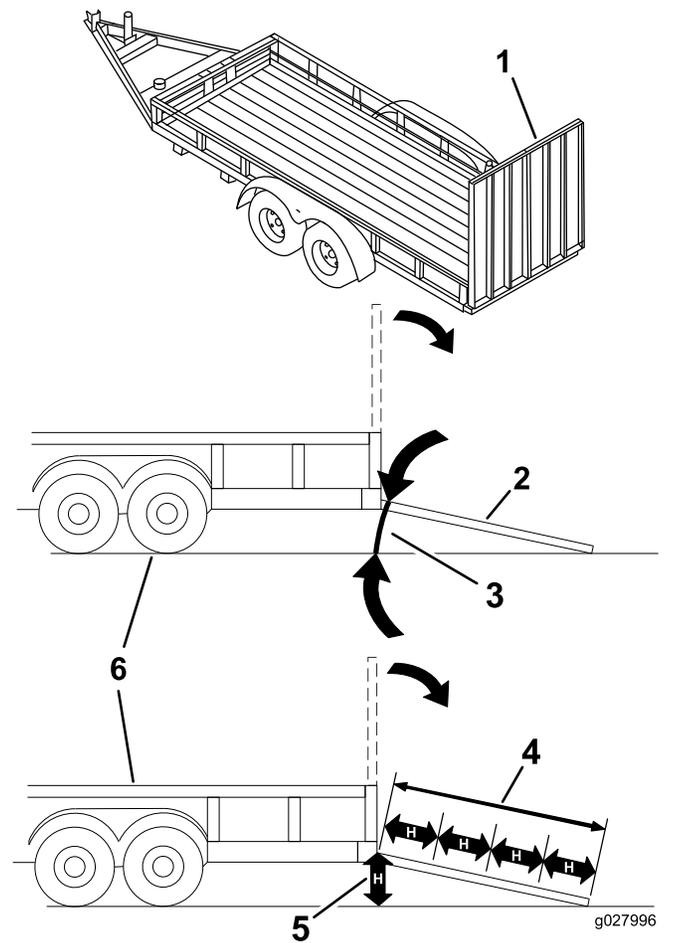

Bild 31
Beim Verladen einer Maschine auf einen Anhänger oder Pritschenwagen erhöht sich die Gefahr, dass die Maschine umkippt und schwere oder tödliche Verletzungen verursacht (Bild 31).
3. Senken Sie die Rampe ab und stellen Sie sicher, dass der Winkel zwischen der Rampe und dem Boden höchstens 15 Grad beträgt (Bild 31).
1. Senken Sie die Rampe ab und stellen Sie sicher, dass der Winkel zwischen der Rampe und dem Boden höchstens 15 Grad beträgt (Bild 31).